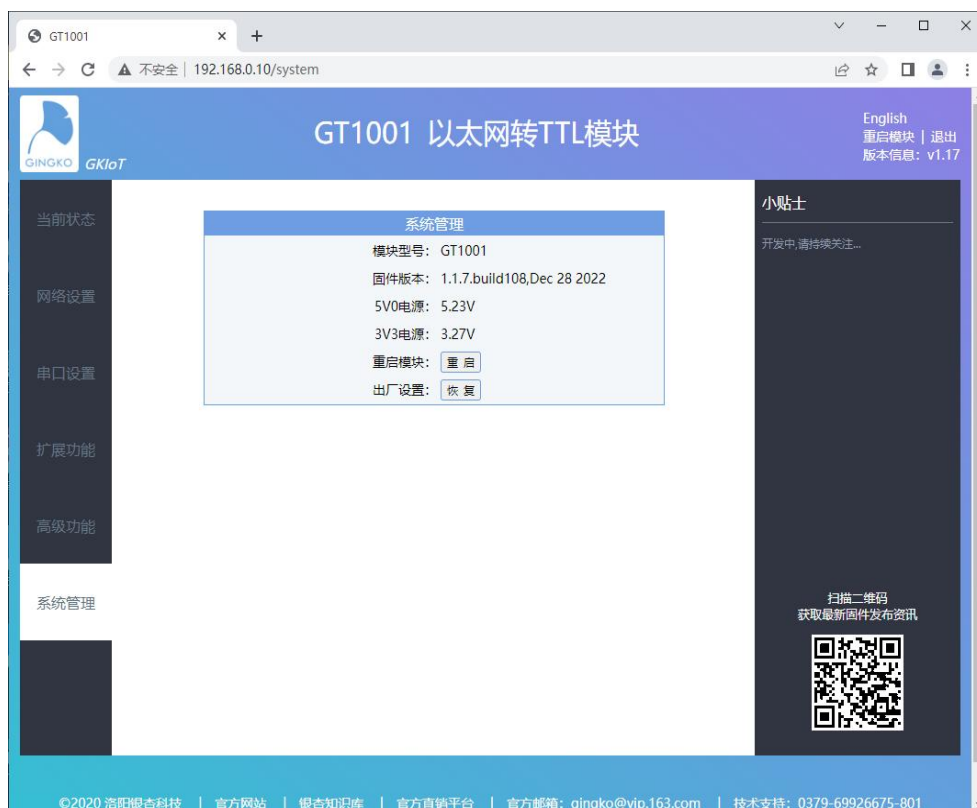

图 4-6 系统参数设置与查询
(6) 在“系统管理”项中查询电压监控信息，并可进行重启和恢复出厂设置，如图 4-6 所示。